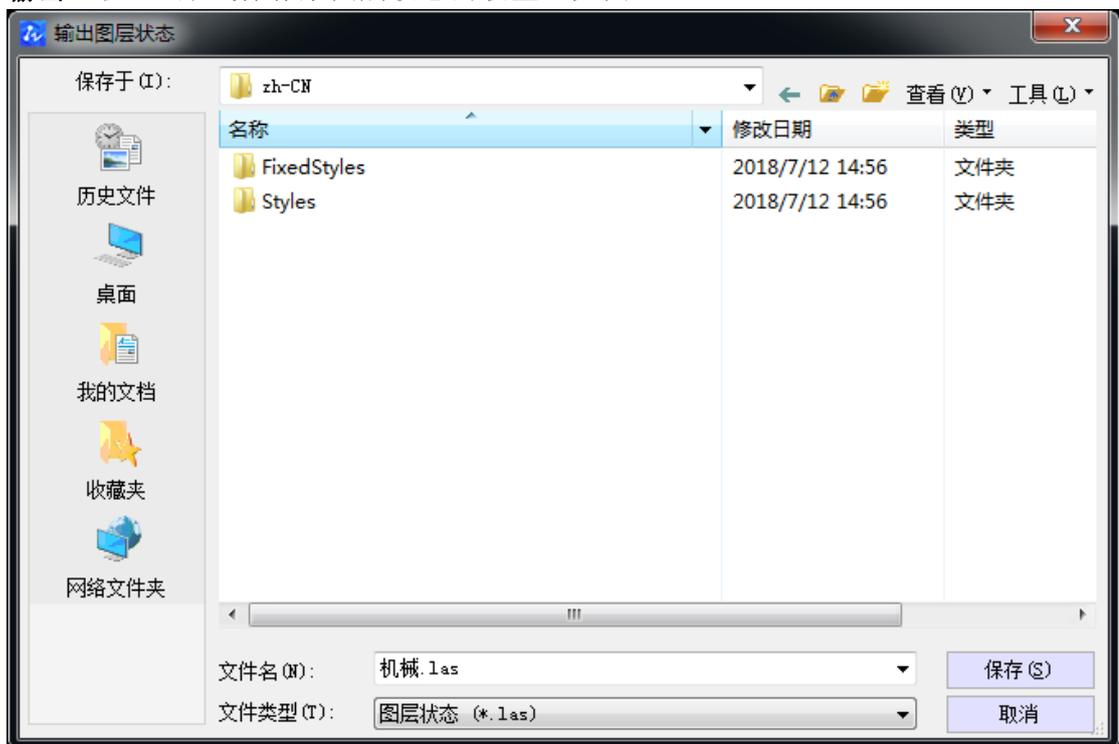

图 5-25 输出图层状态对话框
**输出：**以.las 形式保存某图层状态的设置，如图 5-25。